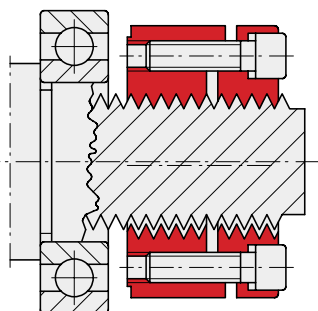

Fig.1
2. スピンドル軸にSPIETH精密ロックナットをねじ込みます。但しこの段階までは調整・ロックねじは締めないでください。この段階ではフランクの「遊び」が図では下側に集中しています。(Fig.1)